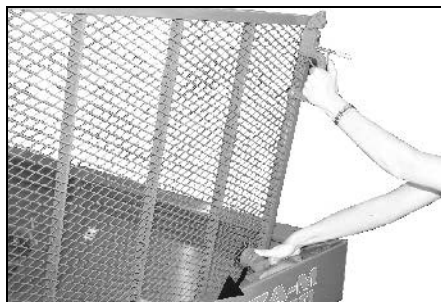

Fig. 8
- Tryck ner spärren för skyddsgallret innan skyddsgallret stängs (Fig. 8).